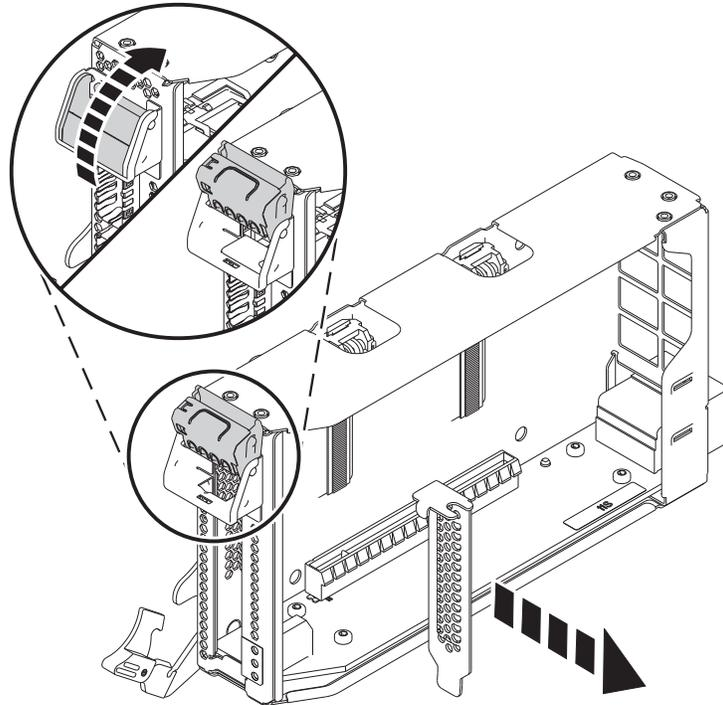

Abbildung 41. Platzhalterelement des PCIe-Adapters aus der Adapterkassette ausbauen
- c. Um das Platzhalterelement der Adapterkassettenhalterung zu entriegeln, drehen Sie die Verriegelung am Ende der Adapterkassettenhalterung der Kassette, wie in Abb. 41 auf Seite 43 dargestellt.
- d. Bauen Sie das Platzhalterelement der Adapterkassettenhalterung aus, wie in Abb. 41 auf Seite 43 dargestellt.